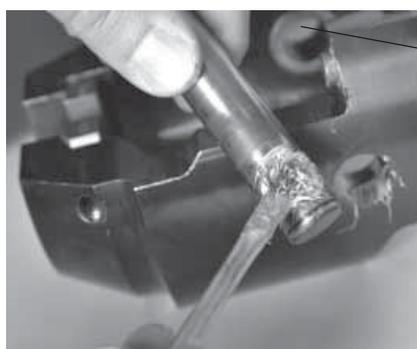

図 21：潤滑剤をリテイナー・シャフトに塗布する
4. シャフトの両端 (リテイナー内部を含む) に、リチウム・グリースを塗布 (噴射または刷毛を使用) します (図 21)。